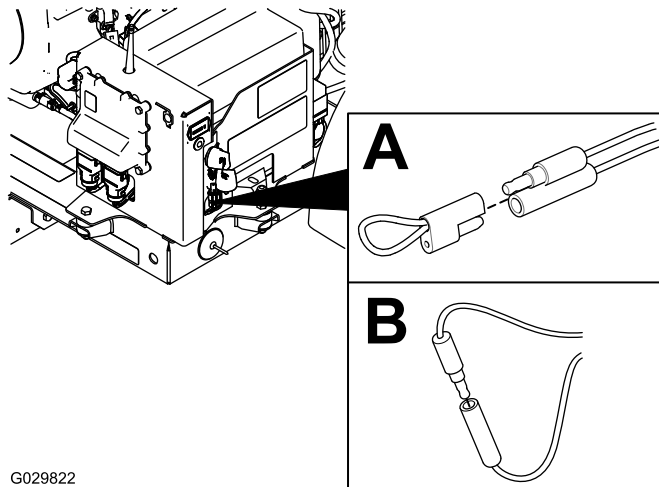

图34
2. 拉掉 2 个并联的诊断接头（图34，A）上系的盖子。
3. 将并联的诊断接头连接在一起（图34，B）。